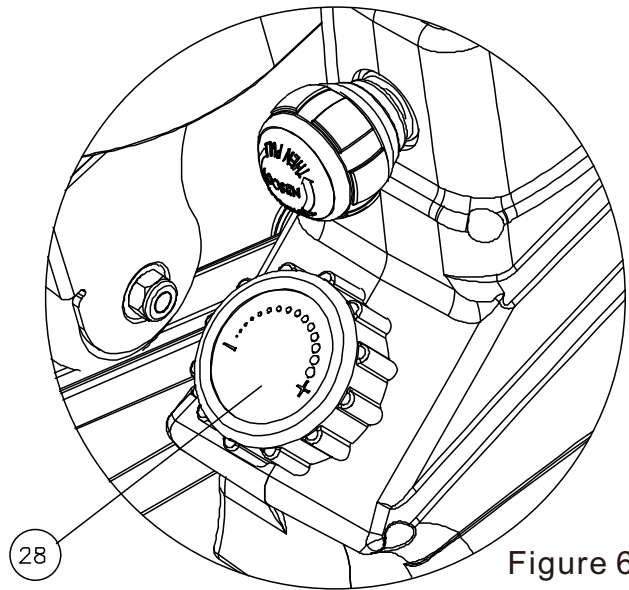

Figure 6
6. L'intensité de la résistance peut être ajustée en tournant les boutons « + » et « - » du régulateur de vitesse à 28 crans vers la gauche et la droite. Comme illustré à la Figure 6 :